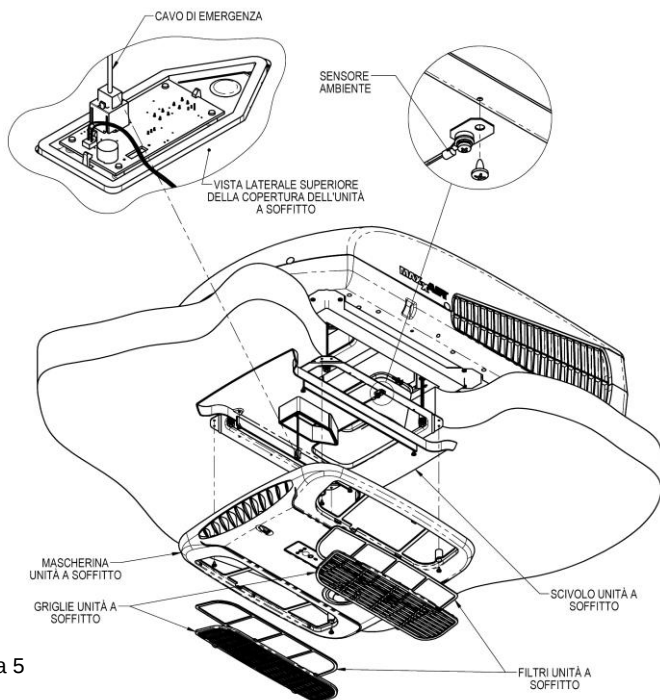

Figura 5
Fare riferimento alla Figura 5
- E. Sollevare la mascherina vicino alla cornice di montaggio. Collegare il cavo di emergenza dall'unità superiore al connettore femmina sulla mascherina a soffitto, come mostrato nella sezione ingrandita della Figura 5.